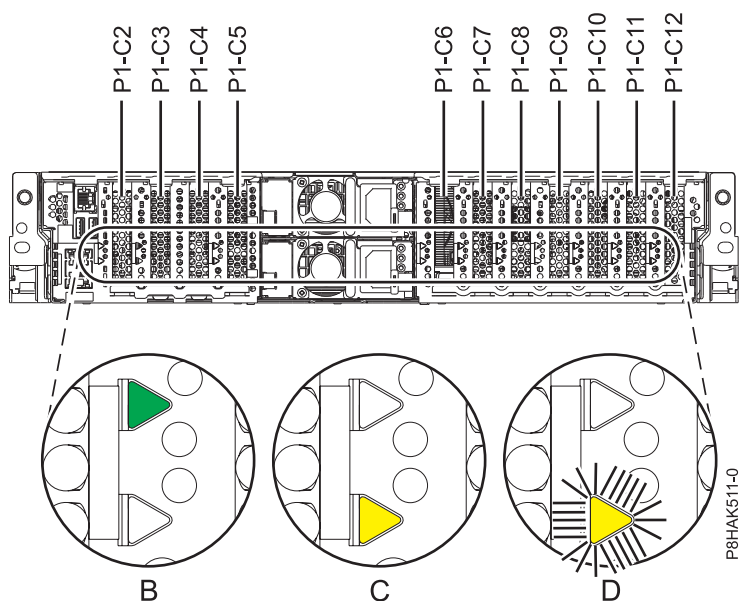

Figure 32. Emplacements des cartes PCIe et emplacements des voyants sur le système 5148-21L, 5148-22L, 8247-21L, 8247-22L, 8284-21A ou 8284-22A
Si vous intervenez sur une carte PCIe défectueuse, recherchez le voyant orange qui clignote sur cette carte PCIe pour identifier le composant défectueux. Voir la section figure 32, à la page 51 qui décrit les états des voyants. Notez que le voyant jaune correspondant à la carte PCIe défectueuse **clignote**, comme illustré dans (D) dans la figure 32, à la page 51.
Avertissement : Si la carte PCIe fonctionne normalement, le voyant d'activité est **fixe** (vert) et le voyant d'erreur est **éteint** (orange), comme illustré dans (B) dans la figure 32, à la page 51. Ne tentez pas de retirer la carte PCIe en cours de fonctionnement.